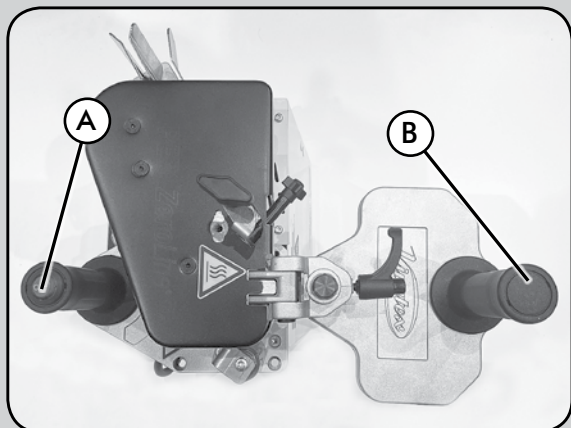

Fig. 5
- Assurez-vous que les deux poignées A et B (Fig. 5) sont alignées comme indiqué.